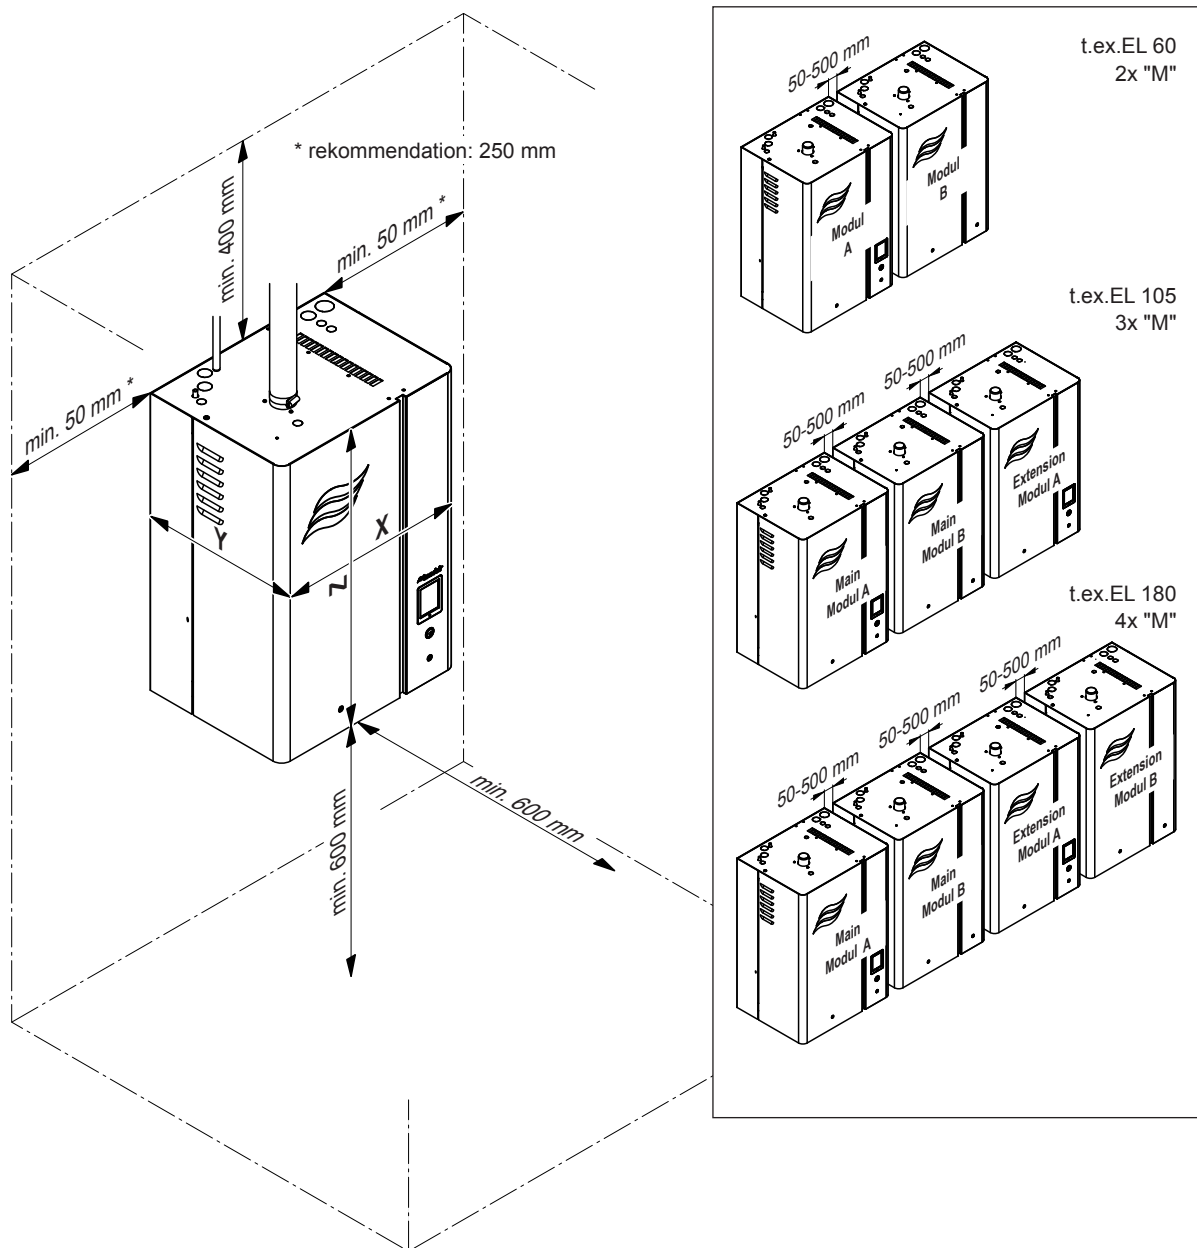

Fig. 9: Erforderliga avstånd
- Placera ångbefuktaren så att **produkten lätt kan kommas åt** och så att det finns tillräckligt med plats för underhållsarbeten. **Minimiavstånden** enligt Fig. 9 ska beaktas.
- För att den bifogade kabeln ska kunna användas på dubbla produkter och Linkup-system måste produkterna monteras i angiven ordningsföljd med ett avstånd från min. 50 till max. 500 mm och på samma höjd (se Fig. 9).